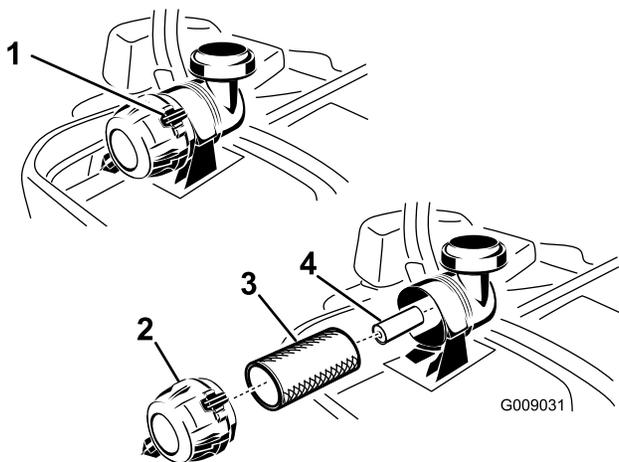

Figura 48
3. Premete verso il basso per rilasciare i dispositivi di fermo sul filtro dell'aria e togliete il coperchio dal corpo del filtro (Figura 48).
5. Estraete con cautela il filtro primario dal corpo del filtro dell'aria (Figura 48). Non urtate il filtro contro il corpo.
1. Non pulite il filtro primario di carta, sostituitelo (Figura 48).
2. Se sostituite il filtro secondario, inseritelo con cautela nel corpo del filtro (Figura 48).
3. Montate con cautela il filtro primario sul filtro secondario (Figura 48). Premete sul bordo esterno del filtro mentre lo inserite, per accertarvi che venga inserito a fondo.
di fermo bloccino il coperchio nella corretta posizione (Figura 48).